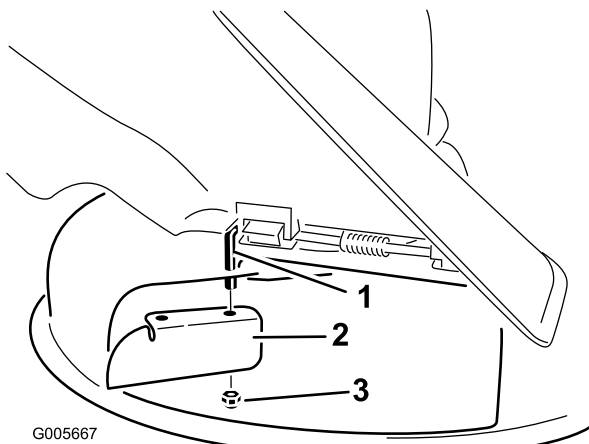

Bild 26
7. Montieren Sie das Versatzablenkblech an der frei liegenden Gelenkstange (Bild 26).
3. Entfernen Sie das Versatzablenkblech vom Mähwerk (Bild 26).